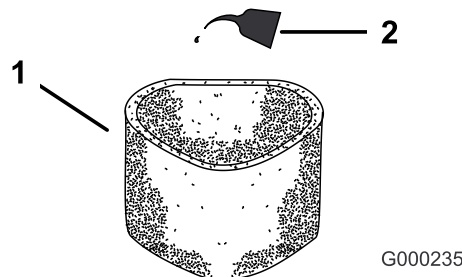

Figure 25
- C. Imbibez l'élément d'huile moteur fraîche (Figure 25) puis pressez l'élément pour éliminer l'excédent d'huile.